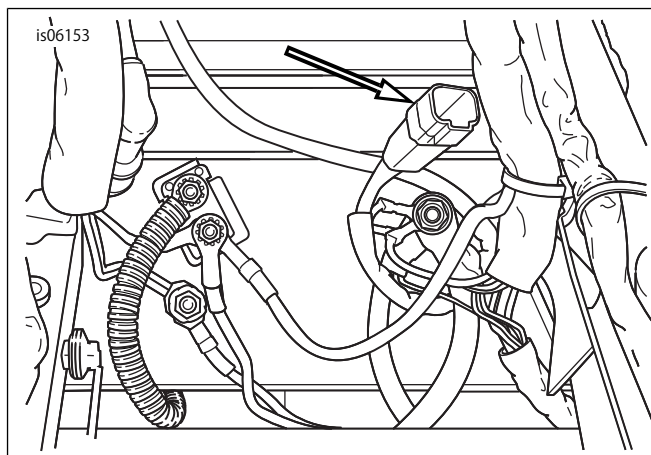

図1。シート下のアクセサリコネクタ[4]の位置
10. シート下にある4極アクセサリコネクタ[4]の位置を確認します。「図1」を参照してください。アクセサリコネクタからプラグを取り外します。フットボードインサートワイヤーハーネスをアクセサリコネクタに接続します。